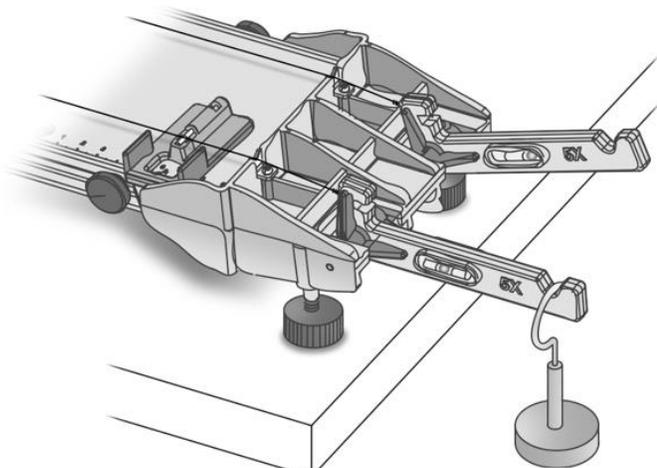

Abbildung 1
1. Legen Sie das Sonometer so auf Ihren Labortisch, dass das Ende mit den 2 L-förmigen Hebeln an der Kante liegt. Jeder Hebel sollte über den Boden ragen, aber die Füße sollten mindestens einen Zentimeter von der Kante entfernt sein. Wenn das Sonometer wackelt, passen Sie die Höhe der Füße an, indem Sie sie nach innen oder außen drehen. Siehe Abbildung 1.
- Legen Sie einen der Gleitbünde unter die dickere Saite am Ende mit den Hebeln. Vergewissern Sie sich, dass die erhöhte Kante des Sonometers in den Schlitz des Bunds passt. Der Bund sollte bündig mit der Oberfläche abschließen und sein Metallstab die Saite berühren. Erkundigen Sie sich bei Ihrem Lehrer nach dem Wert für die dicke Saite. Es sollte eine dreistellige Zahl sein, die mit einem Dezimalpunkt beginnt. Schreiben Sie sie unten auf. Siehe Abbildung 1.